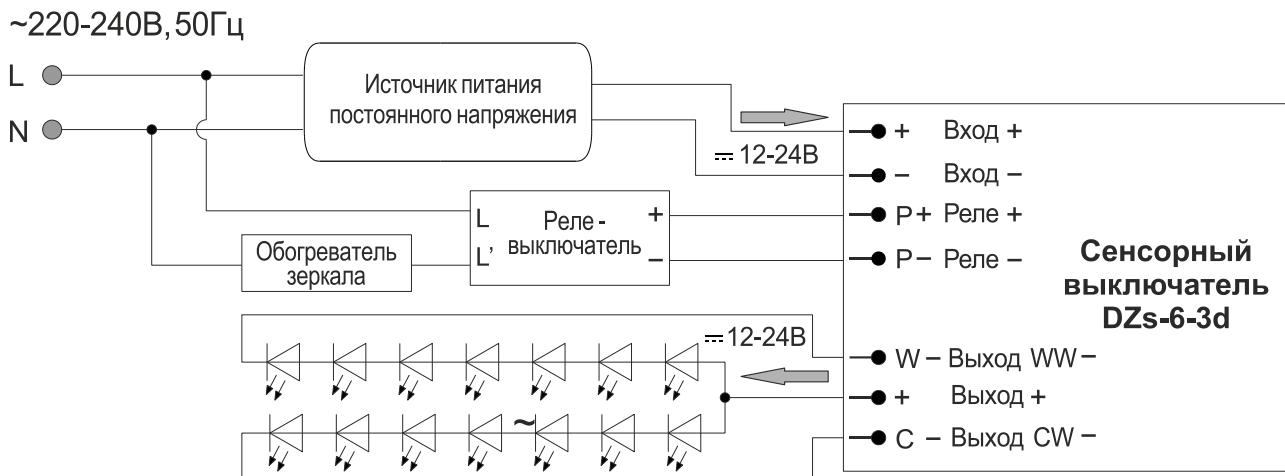

Рис. 5
- Схема электрических соединений показана на Рис. 5. Соедините между собой элементы схемы проводом, строго соблюдая полярность.
- Выходы «Реле» Р+ и Р- (Рис.5) служат для подключения внешнего реле-выключателя, предназначенного для включения обогревателя зеркала. При подключении реле к выходам Р+ и Р- необходимо чтобы напряжение включения реле совпадало с входным напряжением питания сенсорного выключателя. **ВНИМАНИЕ!** Как правило, реле выключатель не имеет защиты от переплюсовки. При несоблюдении полярности реле-выключатель неизбежно выйдет из строя.